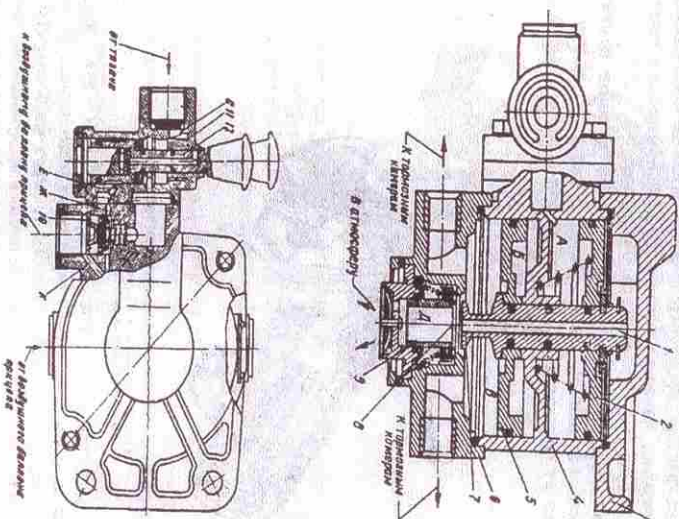

Рис. 10. Воздухохораспределитель:
4.7.1. Воздухохораспределитель (рис. 10) состоит из корпуса 4 с перегородкой и двух крышек 3 и 6. Внутри корпуса 4 расположен следящий механизм, состоящий из штока 1, проходящего через отверстие в перегородке и связанного с двумя поршнями 2 и 5. Шток 1 выступает за нижний поршень 5 и имеет на торце выступающей части тарелку 7.
4.7.2. Кран растормаживания (см. рис.10) крепится к воздухохораспределителю и предназначен для растормаживания прицепа в отпущенном состоянии.